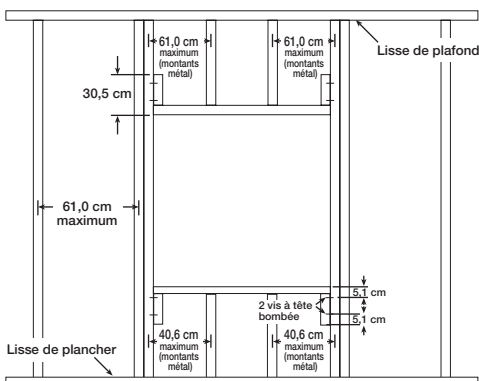

Figure 3 — Ouverture dans mur à ossature
2. Pour les murs à ossature en bois/métal, préparer l'ouverture comme suit. Voir la Figure 3.